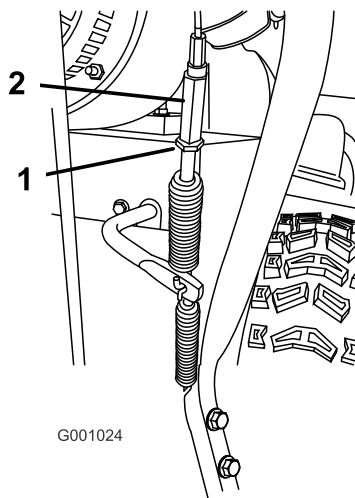

Figura 47
5. Allentate il controdado (Figura 47).
6. Allentate o serrate il tornichetto che regola la tensione del cavo (Figura 47).